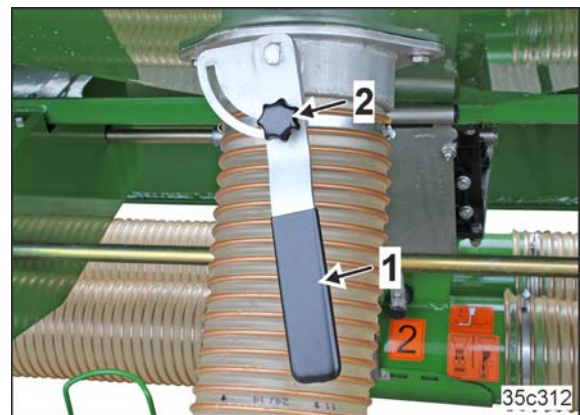

Fig. 57
2. Den Hebel (Fig. 57/1) festhalten und die Rändelschraube (Fig. 57/2) lösen.
7. Den Hebel (Fig. 57/1) mit der Rändelschraube (Fig. 57/2) sichern.